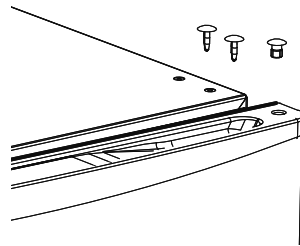

Abb. 7
- ▶ Setzen Sie die Scharnierabdeckung und die Blindstopfen wieder auf (siehe **Abb. 7**).